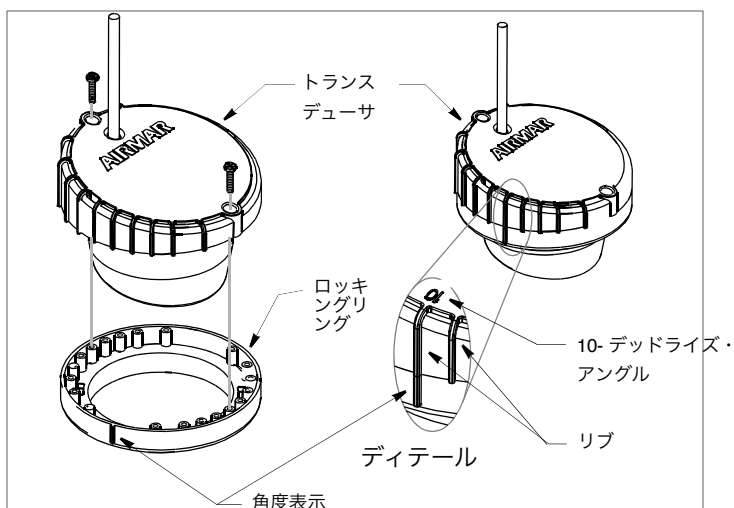

図6.ロッキングリングへの振動子の接合
7. ロッキング・リングにトランスデューサをスライドさせます (図6)。船体のデッドライズ・アングルに最も近いリブがロッキング・リングのアングル・インジケータと一致するまでトランスデューサを回転させます。ロッキング・リングにトランスデューサを固定するには、2本のねじを挿入します。ねじを締めすぎないようにしてください。